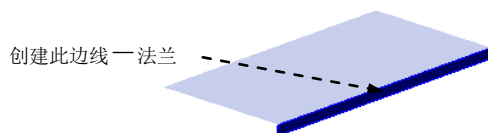

图.17.7.50 创建边线一法兰 1
Step2. 创建图 17.7.50 所示的钣金特征——边线一法兰 1。